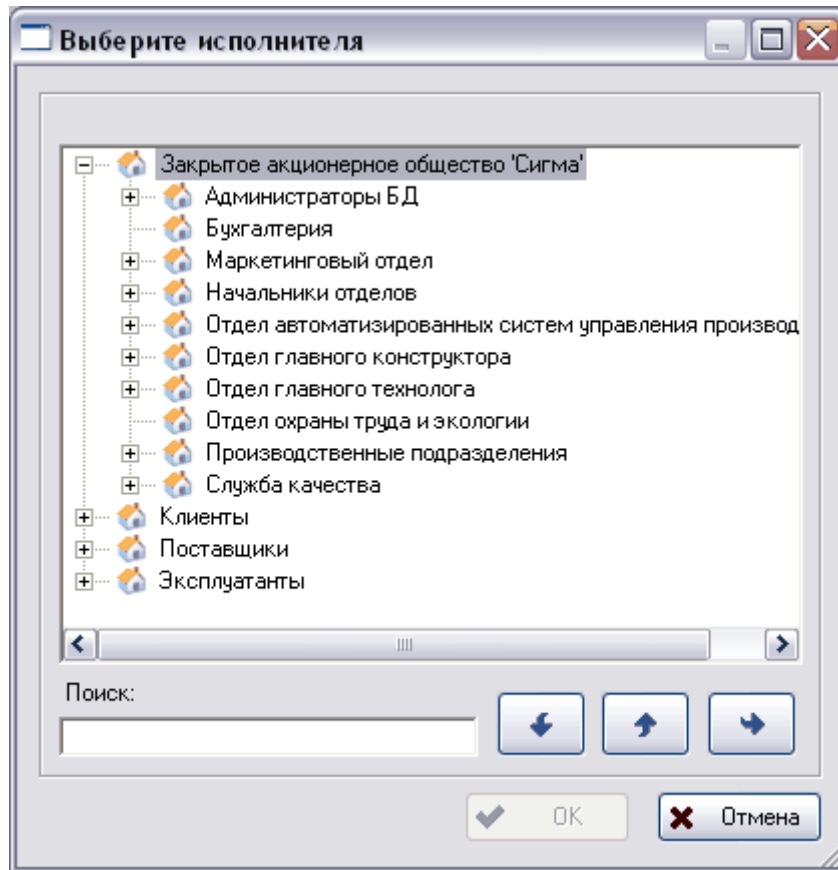

Рис. 68 Выбор исполнителя
- **Сотрудник** – сотрудник, являющийся исполнителем работы. Для выбора сотрудника нажмите на кнопку справа от поля и выберите сотрудника стандартным образом (Рис. 68).